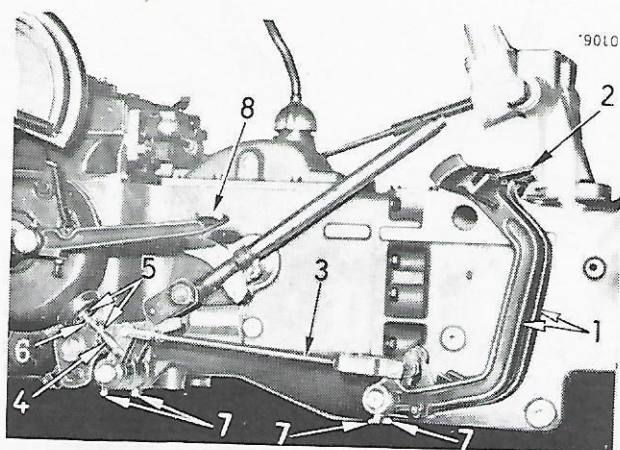
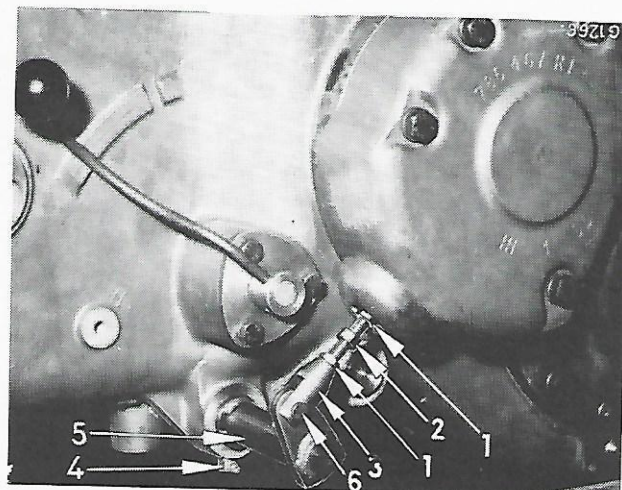

Fig. 75
Fig. 76 - Mécanisme de frein, côté gauche
- Desserrez les contre-écrous (5, fig. 75) et (1, fig. 76) et tournez les tiges de commande vers la droite. Réglez les deux côtés de la même façon. Essayez les freins pour vous assurer qu'ils agissent simultanément.
- Après le réglage, resserrez les contre-écrous (5, fig. 75) et (1, fig. 76.).